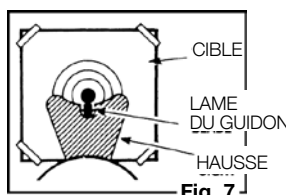

Fig. 7
- L'arme pneumatique est en position de visée correcte lorsque la lame de mire avant est positionnée exactement au centre de l'encoche de la mire arrière. Le haut de la lame de mire avant devrait être au même niveau que le haut de l'encoche de la mire arrière. Le point de mire devrait sembler reposer sur le haut de la mire avant. (Fig. 7)